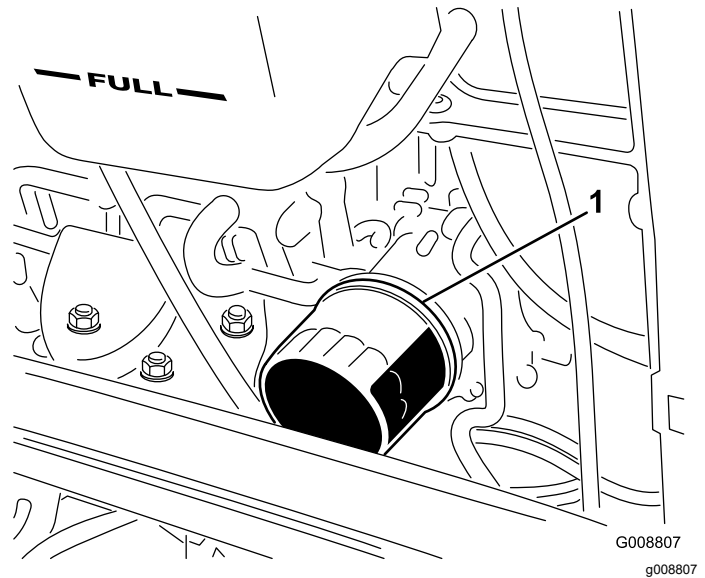

Bild 53
2. Entfernen Sie den Ölfilter (Bild 53). Ölen Sie die neue Dichtung am Ölfilter leicht mit frischem Öl